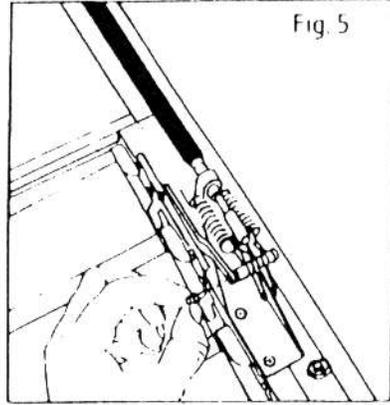

Fig. 5
5. Den Verbindungsarm (9) mittels der Schraube und Scheibe (8) am Kupplungsstück (7) festschrauben, siehe Abb. 5.
12. Den Öffner gegen den Rahmen des Lamellenfensters (15) legen. Den Öffner nach oben drücken, bis das Fenster völlig geschlossen ist. Prüfen Sie, dass der Öffner rechtwinklig am Fensterrahmen (15) und parallel zur Verbindungsstange des Fensters (16) sitzt, siehe Fig. 5. Die Befestigungslöcher markieren.
13. Zwei 3 mm Löcher nach den Markierungen bohren, und den Öffner mittels der selbstschneidenden Schrauben (10) los befestigen.